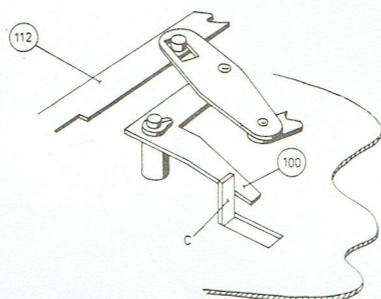

Fig. 9.
Le rouleau, pos. 114, doit se trouver au centre entre les deux touches de bobinage. Régler au besoin en courbant légèrement l'étrier pos. 93. Enfoncer la touche de reproduction : la distance entre la cosse C et l'étrier pos. 100 doit être d'environ 0,5 mm, voir la figure 9. Régler en courbant légèrement la cosse C